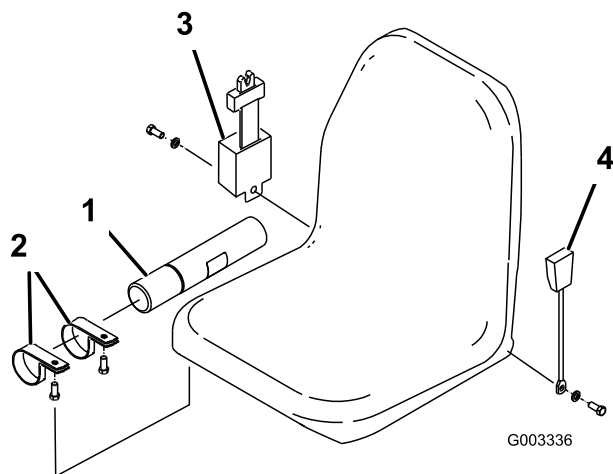

図 3
1. R クランプ (付属部品 ; 2個) を使用して、マニュアル保管チューブをシート・サスペンションに取り付ける (図 3)。
2. ボルトとロック・ワッシャ（付属部品）を使用して、運転席両側にシートベルトを取り付ける（図 3）。シートベルトは、バックル側を座席の左に、巻き上げ部を右に取り付ける。